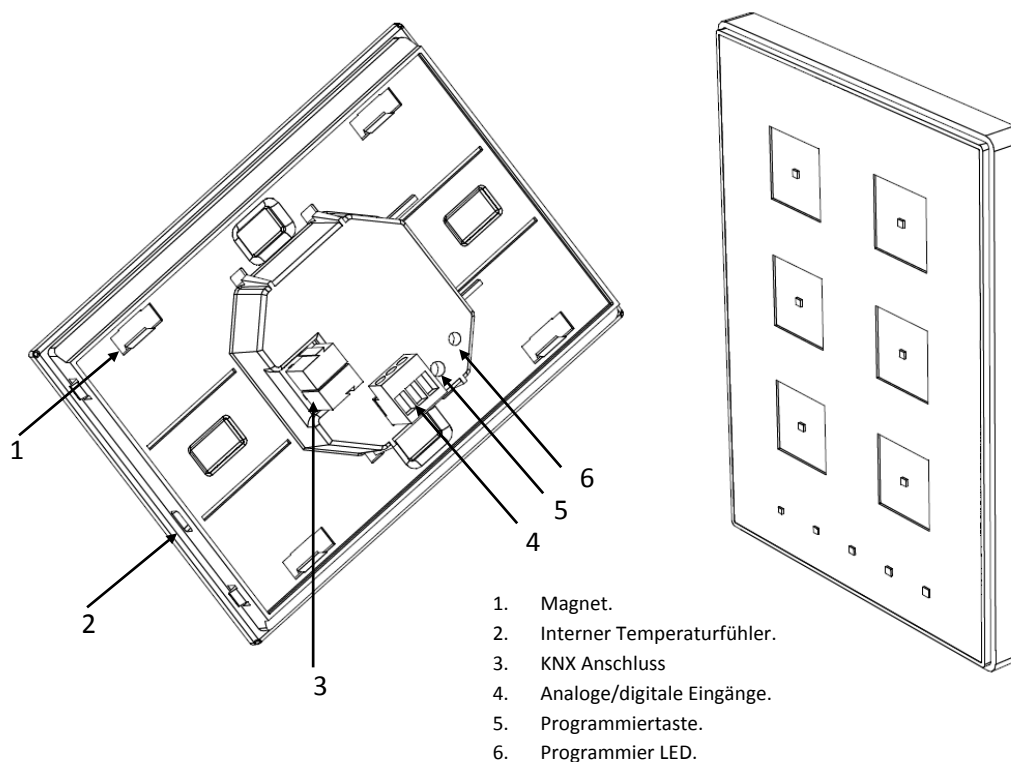

Figure 3 Touch-MyDesign.
Ein Druck auf die Programmier taste (5) in Abb. 3 versetzt das Touch-MyDesign in den **Programmiermodus**. Die Programmier-LED leuchtet nun rot. Falls die Programmier taste bei spannungsfreiem Gerät gedrückt gehalten und das Touch-MyDesign bei gedrückter Programmier taste mit dem Bus verbunden wird, so wird der **Safe-Mode** eingeschaltet. Die LED wird nun rot blinken.